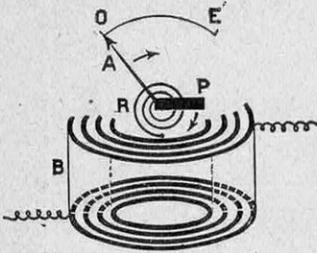
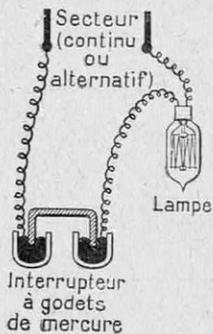
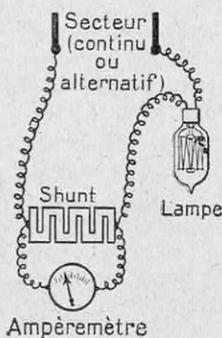
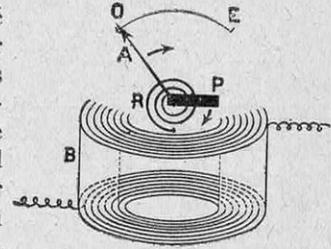

FIG. 1. — LE PLUS SIMPLE DES AMPÈREMÈTRES
FIG. 3
FIG. 4
FIG. 5. — LE PLUS SIMPLE DES VOLTMÈTRES
Notre figure 1 représente schématiquement un de ces derniers : c'est un *ampèremètre à fer doux*. Une palette P (de fer doux) peut tourner autour de son extrémité de gauche ; elle est maintenue dans cette position par un ressort spiral R. En dessous se trouve une bobine B, d'axe vertical, dans laquelle on enverra le courant à mesurer. Lorsque le courant passera, la palette aura tendance à se disposer suivant la verticale ; il se produira donc un antagonisme entre cette dernière tendance et l'effet du ressort qui s'y oppose. Sans qu'il soit besoin d'insister davantage, on conçoit que, plus
Il en résulte immédiatement qu'un tel appareil pourra aussi bien mesurer des *courants alternatifs* (3) : ces courants, comme on sait, circulent tantôt dans un sens, tantôt dans l'autre (habituellement : un centième de seconde dans un sens, le centième de seconde d'après dans l'autre) ; comme chacun des deux courants agit sur la palette P (fig. 1), ce type d'ampèremètre mesurera l'intensité « efficace » du courant alternatif.
Nous avons dit que les appareils électriques sont extraordinairement sensibles ; il arrivera donc fréquemment que le courant à mesurer ferait dévier l'aiguille A bien au delà du point E (fig. 1). C'est le cas de mettre à profit l'adage : « qui peut le plus peut le moins », car rien n'est plus facile que d'employer un *réducteur de sensibilité*. Il suffira de disposer entre les bornes (fig. 1) de l'appa-
Cet appareil peut être adjoint à l'ampèremètre (fig. 1) et prend le nom de shunt : il est formé par des lames métalliques, parfaitement calculées de telle sorte que les 999 centièmes du courant passent dans le shunt (le millième restant traversant l'ampèremètre ; pour le montage, voir fig. 4). Par suite, si l'ampèremètre marque 0 A 74, c'est donc en réalité 740 ampères qui alimentent le circuit principal. (On desserre les écrous pour introduire les gros conducteurs qui amènent ce courant.)
La qualité essentielle d'un ampèremètre, c'est qu'il ne doit pas modifier l'intensité qui traverse le circuit dans lequel on l'introduit : aussi la bobine *B* (fig. 1) doit-elle être constituée par un fil gros et court (1). Supposons, si l'on veut, qu'on se propose de mesurer l'intensité qui alimente une lampe à incandescence. On remplacera l'interrupteur à godets de mercure (fig. 3) par l'ampèremètre, muni, si besoin est, de son shunt (fig. 4). Notons en passant la disposition des appareils dans une mesure d'intensité : l'ampèremètre se place en série sur le circuit principal et le réducteur de sensibilité est mis en dérivation sur l'appareil de mesure.
Il s'agit de mesurer le courant qui traverse une lampe à incandescence. On remplace l'interrupteur à godets de mercure (fig. 3) par l'ampèremètre muni de son shunt (fig. 4). L'ensemble permet de compter les électrons qui parcourent la lampe. Remarquons que l'ampèremètre se place en série sur le circuit principal et que le réducteur de sensibilité doit être disposé en dérivation par rapport à l'appareil de mesure.
Notre figure 5 représente schématiquement un de ces derniers : c'est un *voltmètre à fer doux*, qui ressemble, « comme un frère », à l'ampèremètre de la figure 1. Même palette *P* (de fer doux) pouvant tourner autour de son extrémité de gauche et maintenue dans sa position initiale par le ressort spiral *R*. Même bobine *B*, d'axe vertical, dans laquelle on enverra un certain courant qui nous fera immédiatement connaître la tension à mesurer. Comme précédemment,
Cet appareil peut être adjoint au voltmètre (fig. 5) et prend le nom de résistance additionnelle : il est formé par un fil très long et très fin, calculé de telle sorte que le courant qui traverse le voltmètre devienne mille fois plus faible, par exemple, que si le voltmètre était employé seul.
on montre que, plus l'intensité de ce courant sera considérable, plus la palette *P* tournera, et on lira sa rotation au moyen de l'aiguille *A*, qui lui est solidaire et qui se déplace devant l'échelle *O E* (fig. 5), graduée empiriquement en volts. Comme précédemment, la déviation est indépendante du sens du courant qui passe dans l'appareil ; celui-ci pourra donc être utilisé en courant alterna-
voltmètre, les deux points entre lesquels est appliquée la tension qu'on veut évaluer (1) : la qualité essentielle de cet appareil, c'est qu'il ne doit pas modifier la tension à mesurer, et, pour cela, il est indispensable que le courant à travers l'appareil soit *extrêmement faible* : aussi la bobine *B* (fig. 5) doit-elle être constituée par un fil fin et long (2).
Les appareils électriques — répétons-le — sont extraordinairement sensibles ; il arrivera donc fréquemment que la tension à mesurer ferait dévier l'aiguille *A* bien au delà du point *E* (fig. 5). Comme précédemment, le remède consiste à employer un *réducteur de sensibilité*. Il suffira de disposer à la suite de l'appareil une sorte d'amortisseur, dit *résistance additionnelle* (fig. 6), de telle sorte qu'il passe finalement mille fois moins d'électrons dans le voltmètre que si celui-ci était directement branché sur la tension à mesurer. Dans le cas où on désirerait que la sensibilité soit réduite dans le rapport de mille à un, on comprend sans peine que la résistance additionnelle —
supposée constituée par le même fil (même substance et même diamètre) que celui de la bobine *B* — aura une longueur 999 fois plus grande que le fil enroulé en *B* (fig. 5).